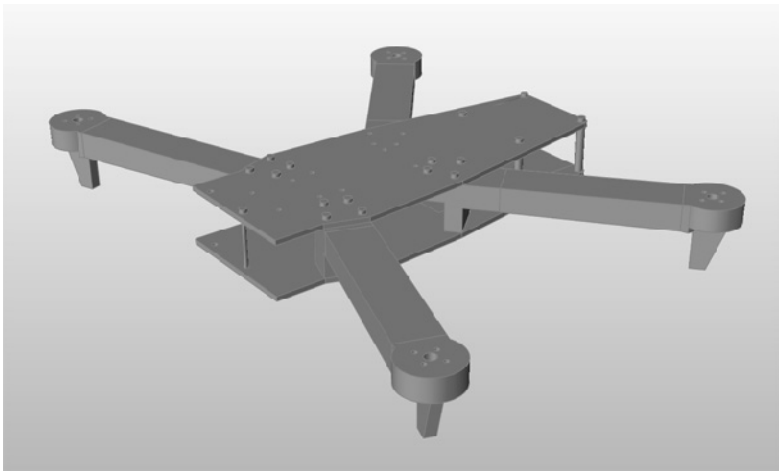

图 11-1
- 4) 选择文件 **Quadcopter.stmod** 并打开，如图 11-1 所示。